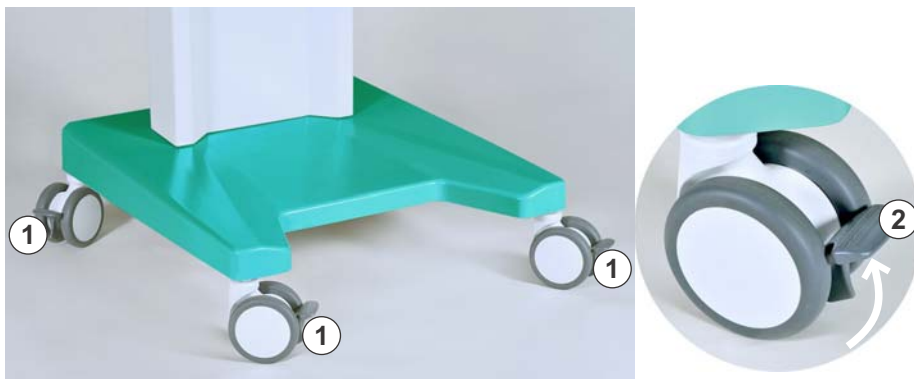

Fig. 3-2 Freni delle ruote
1. Sbloccare i freni di tutte le ruote (Fig. 3-2 , ①) prima di spostare l'apparecchiatura.